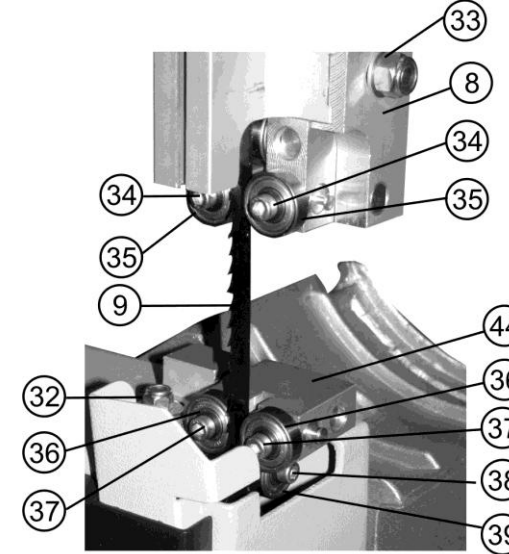
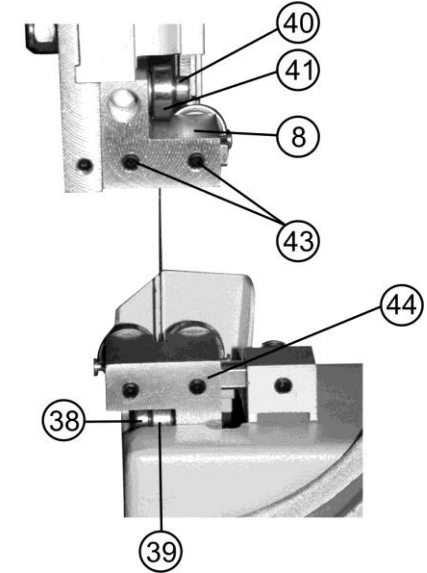

Рис. 12
Рис. 13
11.5.1. Для выполнения качественной работы, уменьшения нагрузки на пильную ленту (9) и обеспечения техники безопасности при выполнении пиления заготовки, нижний край направляющих подшипников (35), Рис. 12, верхней направляющей (8) необходимо установить на высоте не более 3 мм. от заготовки.
### 11.6. Регулировка нижней и верхней направляющих пильной ленты (Рис. 12, 13)
Рис. 12 и Рис. 13 для наглядности выполнены со снятым рабочим столом